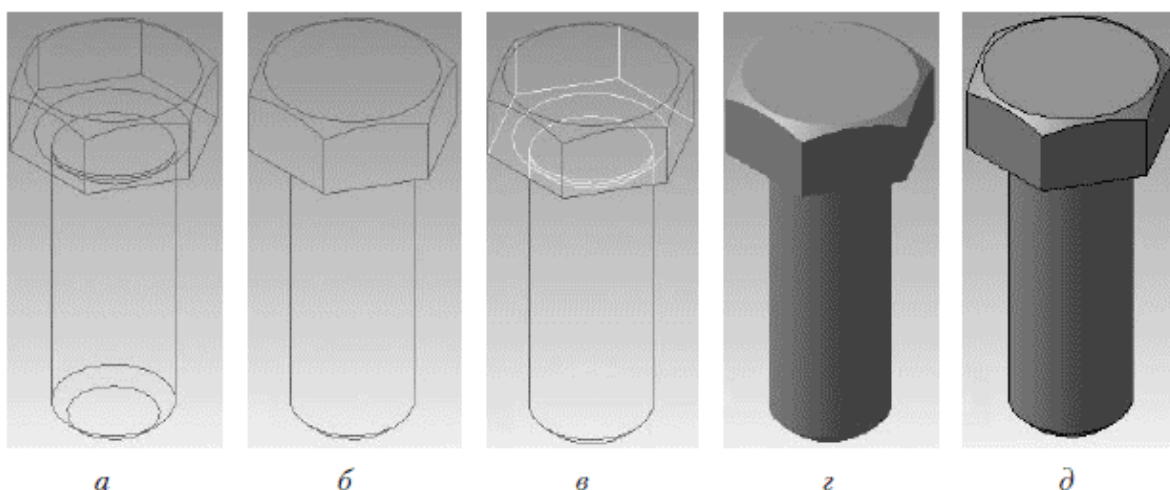

Рис. 1.21. Способы отображения трехмерных моделей: каркас (а), без невидимых линий (б), невидимые линии тонкие (в), полутоновое (г), полутоновое с каркасом (д)
- Каркас – изображение формируется проецированием контуров моделей на экран (рис. 1.21, а).
- Без невидимых линий – то же, что и каркас, только с учетом перекрытия контуров, то есть ребра и линии контура модели, которые невидимы в действительности, на экране не отображаются (рис. 1.21, б).
- Невидимые линии тонкие – модель показана в виде каркаса, при этом линии невидимого контура рисуются более светлыми, чем линии видимой части каркаса (рис. 1.21, в).
- Полутоновое – способ отображения, учитывающий цвет и другие оптические характеристики модели (блеск, зеркальность, прозрачность и т. п.) (рис. 1.21, г).
- Полутоновое с каркасом – то же, что и полутоновое, только видимые линии каркаса выделяются черным цветом (рис. 1.21, д). Эта команда работает только при полутоновом отображении моделей, то есть ее вызов при любом из каркасных отображений ни к чему не приведет.